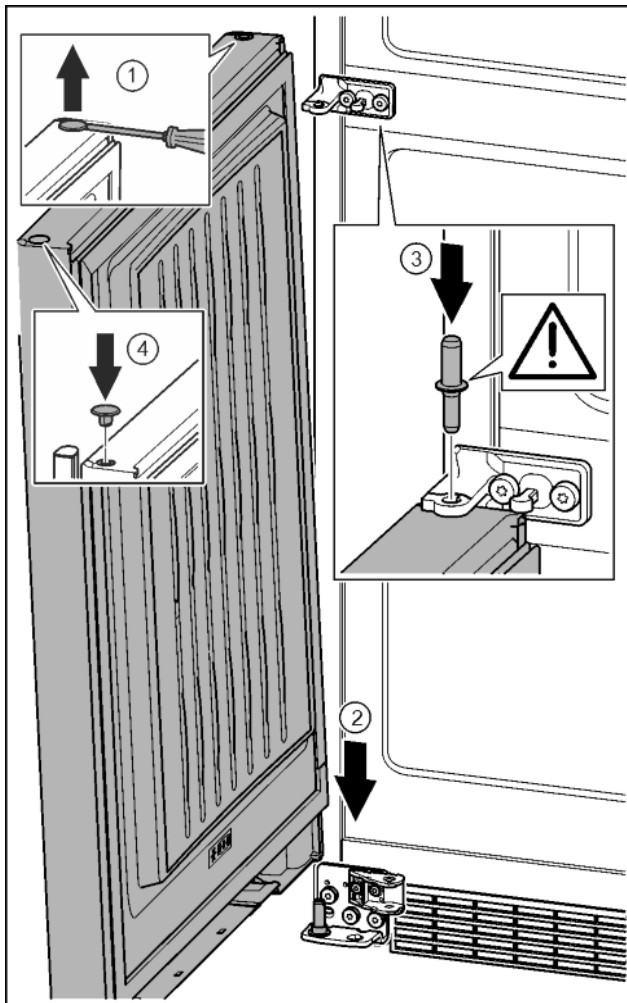

Fig. 35
- ▶ Con un cacciavite sollevare con attenzione i tappi ed estrarli. Fig. 35 (1)
- ▶ Appoggiare la porta dall'alto sul perno di supporto inferiore. Fig. 35 (2)
- ▶ Inserire il perno di supporto centrale attraverso il blocco di supporto nella porta inferiore. Prestare attenzione che l'arresto sia rivolto verso il lato posteriore. Fig. 35 (3)
- ▶ Inserire nuovamente i tappi sull'altro lato della porta. Fig. 35 (4)